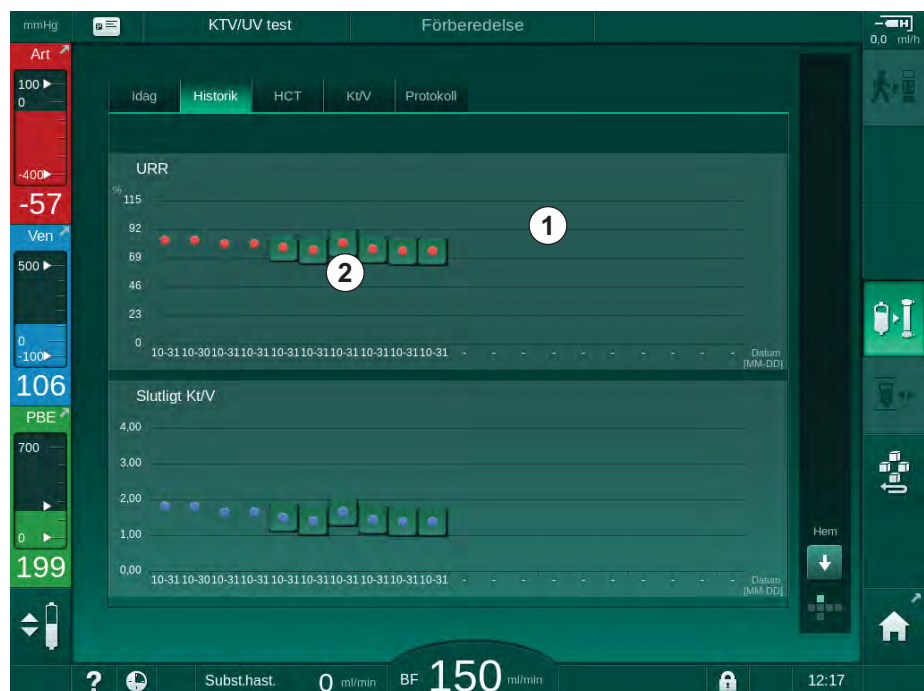

Bild 11-12 Parameterhistorik på skärmen *Info*
Mer detaljerad information finns för de 6 senast slutförda behandlingarna. Efter att man har tryckt på motsvarande märke för parametern (Bild 11-12, ②) för ett visst datum, visas en trend för denna parameter för just denna behandling (Bild 11-13). Upplösningen är 5 minuter. Stäng trendvyn genom att trycka på *TILLBAKA* ①.